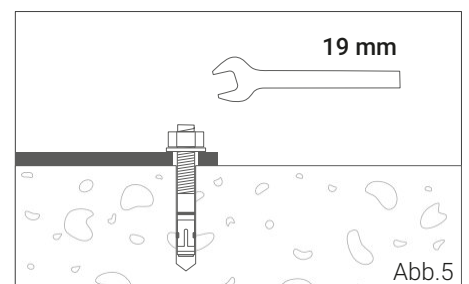

Abb.5
- 7 Ziehen Sie nun jeweils die Sechskantmuttern mit dem 19 mm Maulschlüssel mit einem Drehmoment von 60 Nm an. Dabei wird der Konusbolzen in den Spreizclip gezogen und verspannt diesen gegen die Bohrlochwand (Abb. 5). Als zweite Mutter sollten Sie die diagonal gegenüberliegende verwenden. Anschließend können Sie die vier Hutmuttern zusätzlich auf die Bolzen mit der Sechskantmutter aufschrauben.
- 8 Falls Sie die optional erhältliche Diebstahlsicherheitsmutter verwenden, entfernen Sie vor Schritt (7) die Sechskantmutter und schrauben Sie die Diebstahlsicherheitsmutter stattdessen auf. Setzen Sie für die Diebstahlsicherheitsmutter das Spezialwerkzeug ein und ziehen Sie die Mutter mit 60 Nm fest.